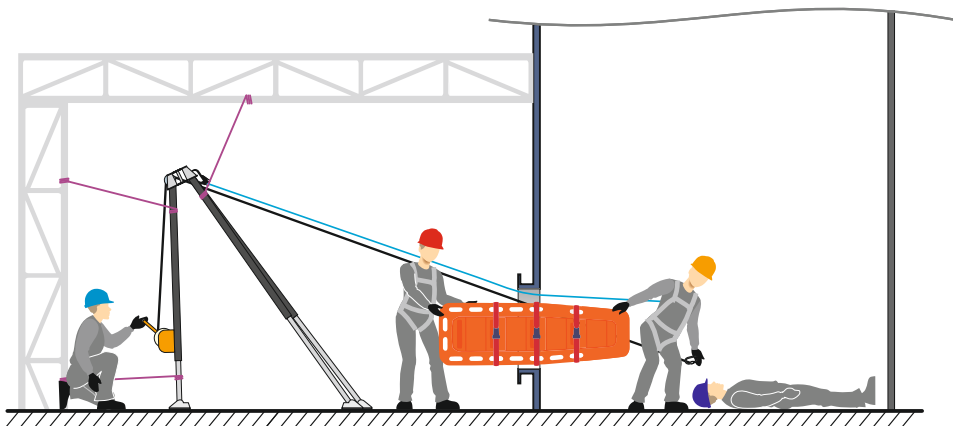

Рис. 17 Перемещение пострадавшего к люку и передача носилок.
11. Переместить пострадавшего к люку и развернуть его головой в сторону проема. Подать спасателю эвакуационные носилки (рис. 17).